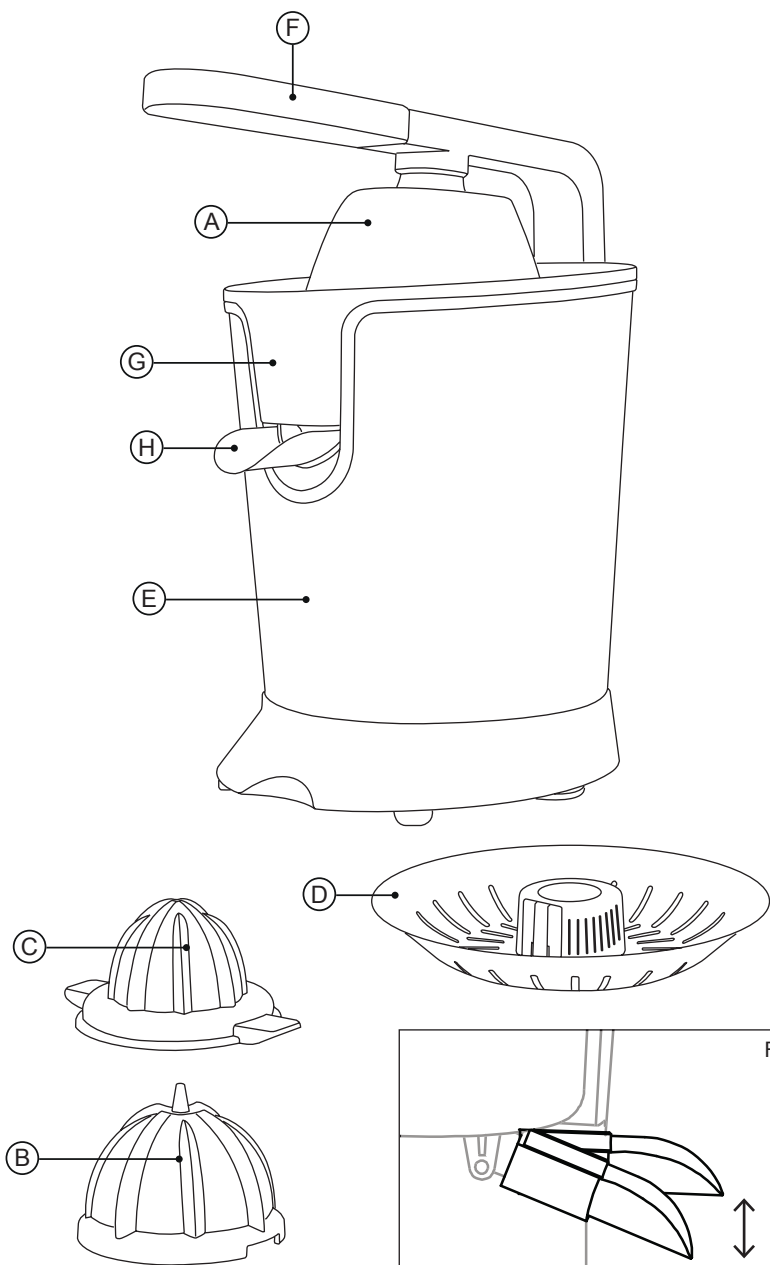

Fig 1
- NOTA: La válvula anti-goteo puede estar abierta o cerrada según convenga (Fig.1).
- NOTE: The anti-drip valve can be opened or closed as required (Fig.1).